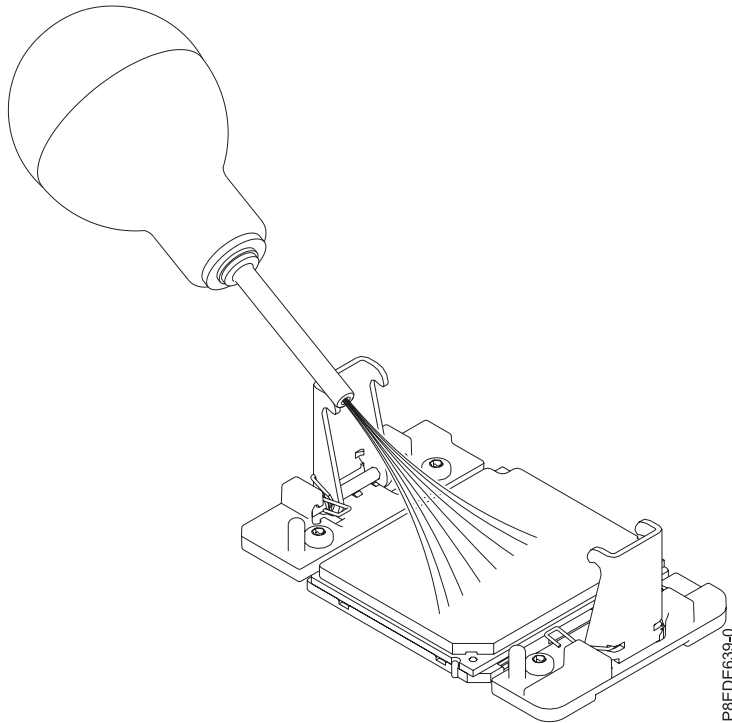

Figura 28. Extracción de los restos de polvo o suciedad del área del módulo del procesador del sistema
- a. Si hay restos de polvo o suciedad, utilice la bomba de aire suministrada (número de pieza 45D2645) para limpiar el área del módulo del procesador del sistema de refrigeración con agua. Si su bomba de aire no se ha ensamblado según lo que se muestra en la Figura 28 en la página 29, fije la punta a la bola. Sopla pequeñas ráfagas de aire desde el centro a los lados del módulo del procesador del sistema, como se muestra en la Figura 28 en la página 29.